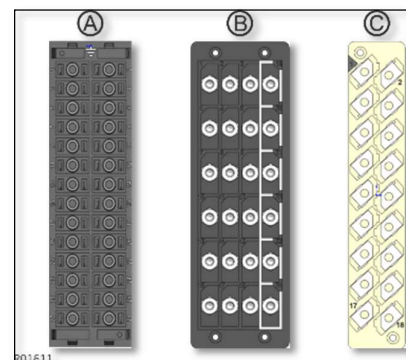

fig. 1
- GJ6078†, IP2x shield moulding for use with MIDOS 28-way terminal blocks, fig. 1 (A)
- GN6050†, IP2x shield moulding for use with heavy duty 24-way terminal blocks, fig. 1 (B)
- GN6051†, IP2x shield mounting for use with medium duty 18-way terminal blocks, fig. 1. (C)
GJ6078†, écran de protection IP2x à utiliser avec les borniers MIDOS à 28 à usage standard voies, fig. 1 **(A)**
GN6050†, écran de protection IP2x à utiliser avec les borniers 24 voies à usage intensif, fig. 1 **(B)**
GN6051†, écran de protection IP2x à utiliser avec des borniers 18 voies à usage intermédiaire, fig. 1 **(C)**
GJ6078†, IP2x-Abschirmung zur Verwendung mit MIDOS 28-poligen Anschlussblöcken, Abb. 1 **(A)**
GN6050†, IP2x-Abschirmung zur Verwendung mit robusten 24-poligen Klemmenblöcken, Abb. 1 **(B)**
GN6051†, IP2x-Abschirmung zur Verwendung mit 18-poligen Klemmenblöcken für mittlere Beanspruchung, Abb. 1. **(C)**
GJ6078†, Schermatura di protezione IP2x da utilizzare con morsettiere MIDOS a 28 vie, fig. 1 **(A)**
GN6050†, Schermatura di protezione IP2x per l'uso con morsettiere a 24 vie per carichi pesanti, fig. 1 **(B)**
GN6051†, Schermatura di protezione IP2x per l'uso con morsettiere a 18 vie per carichi intermedi, fig. 1 **(C)**